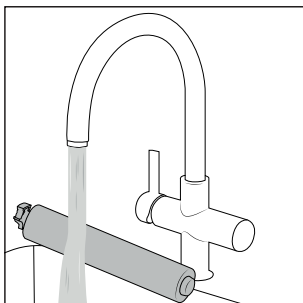

Rys. 33
- ◆ Chwyc osłonę przeciwbryzgową ❺ na górze za krawędź do chwytania (PULL) i pociągnij ją do przodu, aby zdjąć ją z podstawy ❸ (patrz rys. 33).